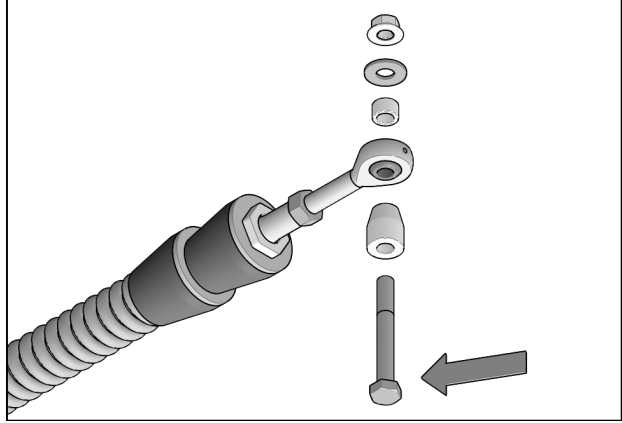

Fig. 3
4. Retirer les boulons, rondelles et espaceurs des rotules des bras stabilisateurs des systèmes arrière. Insérer un boulon à l'extrémité de chacun des ancrages de suspension arrière (B-1, B-2). Fig. 3